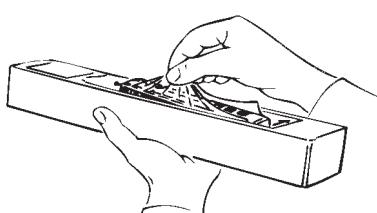

Fig. 2
**Betriebsbedingungen:** Es empfiehlt sich, das Modell 30 Minuten vorwärts und 30 Minuten rückwärts ohne Belastung **einlaufen zu lassen**, damit Ihr Modell einen **optimalen Rundlauf und beste Zugkraft** bekommt. Der kleinste befahrbare Radius für dieses Modell ist **R3** (419,6 mm) des ROCO-Gleissystems (Modell mit Kolbenschutzrohren). Radius **R2** (358 mm) ist nur bedingt und ohne Kollenschutzrohre befahrbar (Fig. 2).
**Operating instructions:** Before use is advisable to let the loco go around about 30 minutes forwards and 30 minutes backwards without load, to obtain an optimal circuit and best tractive power. The smallest radius this model should run is **R3** (419,6 mm) or rather **R2** (358 mm) of the ROCO track system (model without tubes protection pistons would run only if driven very carefully on **R2**) (fig. 2).
**Conditions de rodage:** Afin d'assurer les meilleures conditions de marche tranquille et de traction puissante à votre modèle nous vous conseillons un rodage du modèle de 30 minutes environ en marche avant et d'autres 30 minutes en marche arrière. Pendant cette période la marche doit se faire "haut le pied". Le rayon minimal admissible du modèle présent est fixé à 419,6 mm, soit le rayon **R3** des voies ROCO. Le rayon **R2** (soit 358 mm) exige par contre la suppression uniquement des tiges de piston (fig. 2) mais néanmoins une marche lente, sinon il y a risque de déraillement.